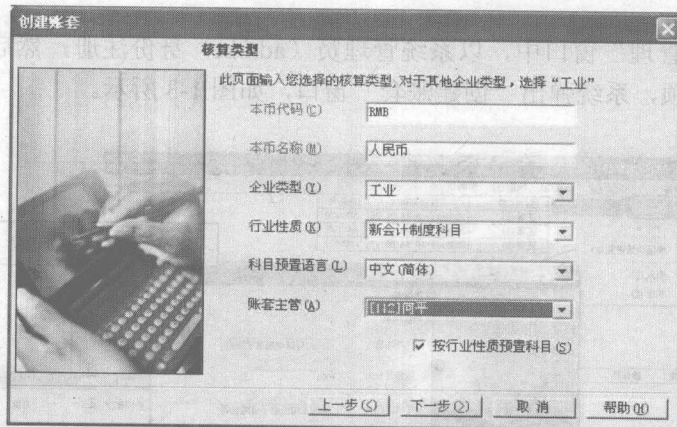

图 1-5
(3) 单击“下一步”按钮,系统弹出“核算类型”设置窗口,如图1-5所示。